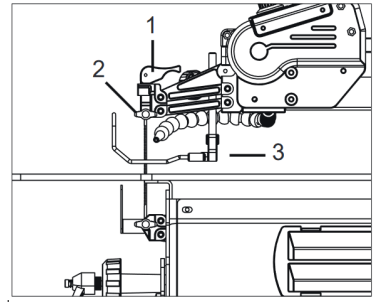

ABBILDUNG 6
5. Lösen Sie die hintere Schraube des Blattschutzes (Abb. 6, 3) und kippen Sie den Blattschutz in den gleichen Winkel wie den Tisch. Ziehen Sie die Schraube des Blattschutzes wieder an.
2. Drehen Sie den Blatt-Spanngriff (Abb. 6, 1) nach oben. Lösen Sie den oberen Blattverriegelungsknopf (2).